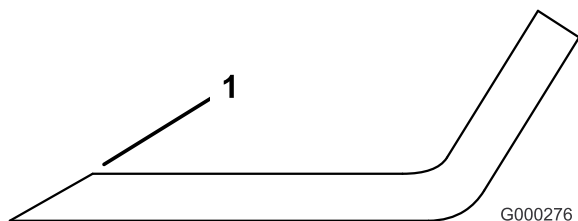

Figure 95
1. Au moyen d'une lime, aigüez les tranchants aux deux extrémités de la lame (Figure 95). Veillez à conserver l'angle de coupe d'origine. Limez la même quantité de métal sur chacun des deux tranchants pour ne pas déséquilibrer la lame.